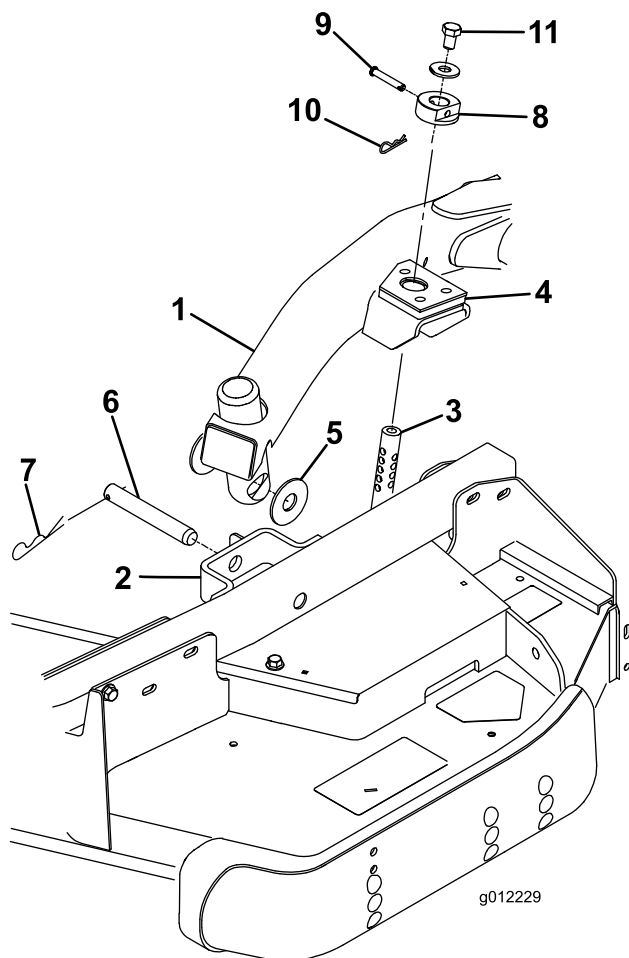

Figura 3
2. Desloque a alavanca de elevação para a posição Suspensa. Empurre um braço de elevação para baixo até que os furos no braço fiquem alinhados com os furos do suporte do braço da roda giratória e a haste de altura de corte possa ser inserida nas pastilhas do braço de elevação (Figura 3).
3. Prenda o braço de elevação ao braço da roda giratória com (2) anilhas de encosto, um passador de forquilha e um pino de gancho. Posicione as anilhas de encosto entre o braço de elevação e o suporte do braço da roda giratória (Figura 3). Insira a extremidade do gancho na ranhura da patilha do braço da roda giratória para fixar o contrapino.
7. Instale o anel da altura de corte nas varetas da altura de corte e prenda os passadores de forquilha e pernos do gancho (Figura 3). A cabeça do passador
8. Instale um parafuso de 1/2 x 3/4 pol. e uma anilha na parte superior de cada vareta da altura de corte (Figura 3).